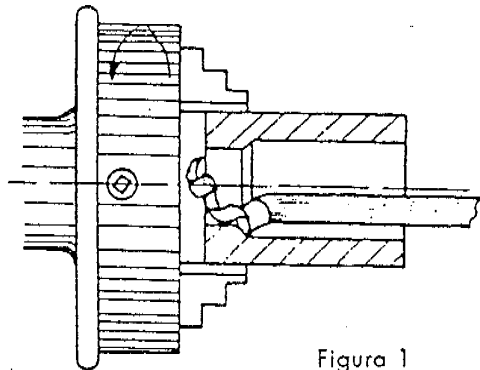

Figura 1
Consiste en lograr una superficie cilíndrica interna, por la acción de la herramienta, que se desplaza paralela al eje del torno ( Figura 1 ). Se conoce también con el nombre de alesar.
- a. Deje la cara de la pieza que da contra el plato separada del mismo, lo necesario para la salida de la herramienta y desalojo de las virutas ( Figura 1 ).